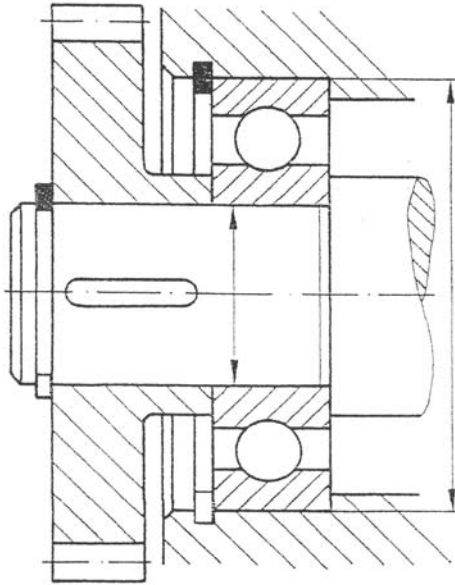

Abb.5: Zahnradantrieb
- 31) a) Handelt es sich in der Zeichnung (Abb.5) um ein Fest- oder ein Loslager?